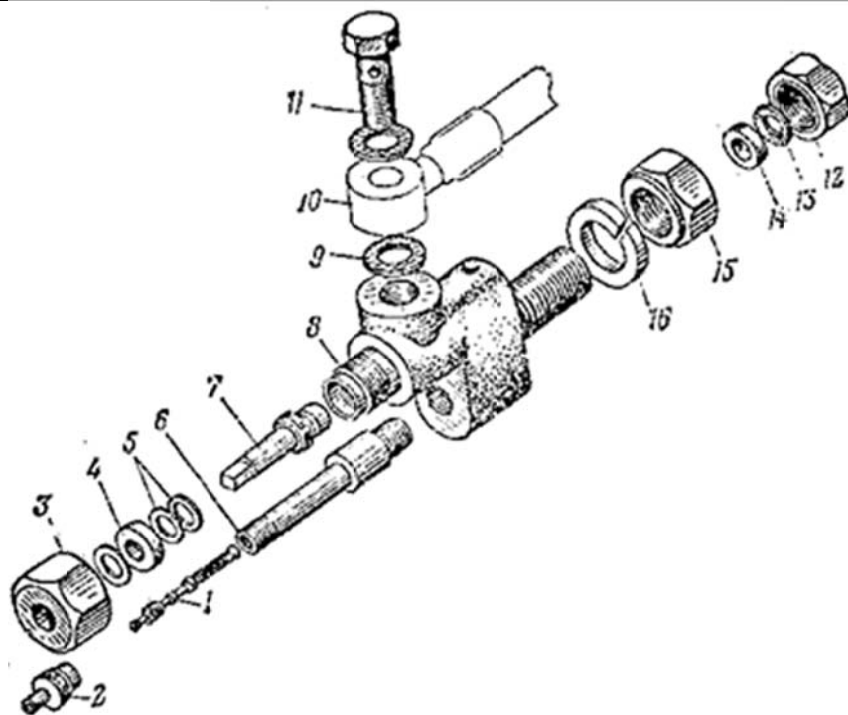

Рис. 5.12. Колесный кран:
3.2. Завернуть пробку 7 (рис. 5.12) колесного крана
22.3. Вывернуть из корпуса колесного крана болт 11 (рис. 5.12) установить на болт прокладку 9, гибкий шланг 10, вторую прокладку 9, ввернуть болт в корпус крана, смазав резьбу краской	Ключ 22 × 24, кисть; волосяная, посуда для краски
<p>3. Снять колеса</p> <p>3.1. Установить кран управления давлением в системе накачки шин в положение «Нейтральное»</p> <p>3.2. Завернуть пробку 7 (рис. 5.12) колесного крана</p> <p>3.3. Вывернуть из корпуса 8 колесного крана болт 11, снять прокладки 9 и отсоединить от крана гибкий шланг 10, ввернуть болт 11 с прокладками на место</p> <p>3.4. Отвернуть гайки крепления колеса, снять прижимы колеса и колесо. Работу выполняют два человека</p> <p>4. Отвернуть накидные гайки и отсоединить гибкий шланг тормозов от тройников на поперечине рамы и мосту</p> <p>5. Отсоединить и снять гибкие шланги подвода воздуха к колесам в сборе</p> <p>6. Вывесить мост на домкраты до разгрузки концов рессор и подложить под тормозные барабаны деревянные брусья, убрать домкраты. Работу выполняют два человека</p> <p>7. Расшплинтовать и отвернуть гайки шаровых пальцев верхней и нижних реактивных штанг, выпрессовать пальцы из отверстий приливов моста</p> <p>8. Закрепить мост от проворачивания, отвернуть гайки, снять шайбы, вынуть болты и отсоединить карданные валы от фланцев среднего моста и промежуточной опоры, поднять и привязать карданные валы к раме. Работу выполняют два человека</p>	<p>Ключ запорного крана шин</p> <p>Ключ 22 × 24</p> <p>Ключ для гаек колес и стремянок рессор, лопатка монтажная, вороток</p> <p>Ключ 27 × 30</p> <p>Ключ 24 × 27</p> <p>Домкраты 12-т (2 шт.), воротки домкратов (2 шт.), деревянные брусья (2 шт.)</p> <p>Плоскогубцы 175, ключ 46 × 50, приспособление для выпрессовки пальцев реактивных штанг</p> <p>Ключи 14 × 17 и 17 × 19</p>
28.3. Вывернуть из корпуса колесного крана болт 11 (рис. 5.12), установить на болт прокладку 9, гибкий шланг 10, вторую прокладку 9, ввернуть болт в корпус крана, смазав резьбу краской	Ключ 22 × 24, кисть волосяная, посуда для краски